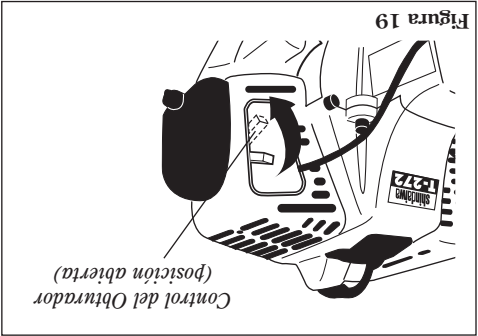

Figura 19
6. Cuando arranque el motor, mueva despaño la palanca del obturador a la posición "OPEN" (abierto). Consulte la figura 19. (Si el motor para después del arranque inicial, cierre la palanca del obturador y vuelva arrancar).